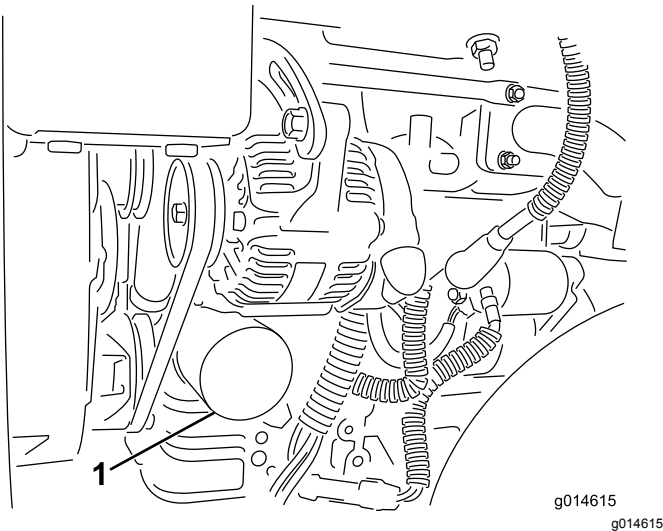

Figure 30
2. Déposez le filtre à huile (Figure 30). Appliquez une fine couche d'huile sur le joint du filtre de recharge.